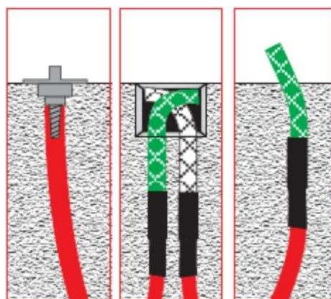

Рис. 5
- При инъектировании инъекционный насос подсоединяется к входному концу подводящей ПВХ трубы, который располагается в инъекционной коробке (рис. 5, средняя схема).
- Инъектирование в шланги SikaFuko® Eco 1 производится через индивидуальные пакеры (рис. 5, левая схема) или через окончания подводящих ПВХ труб, которые располагаются в узловых инъекционных коробках или выходят из тела бетона (рис. 5 центр, правая схема)